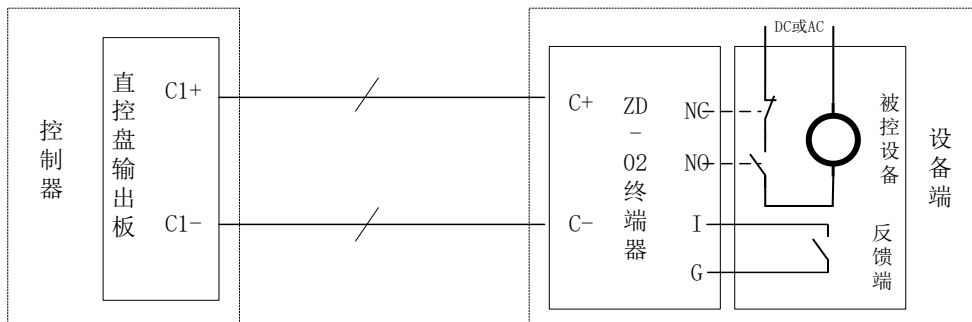

图 3-23
**应用：**直控盘输出采用 2 线方式，通过 ZD-02 直控盘终端器与被控设备连接，单路输出即可实现对启停双控设备的控制，如图 3-23 所示。